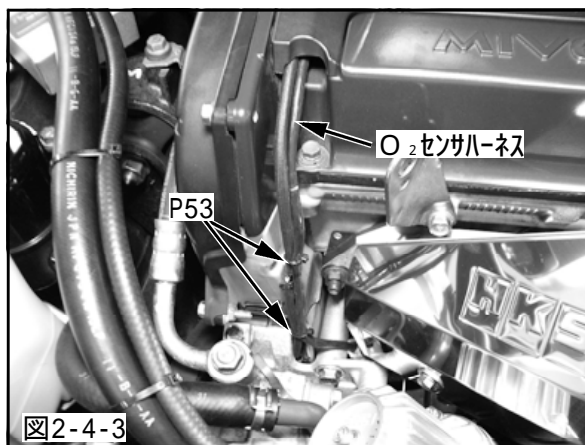

図2-4-3
- (13)2-4.(8)で取付けたO2センサーネスを固定してください。(図2-4-3)